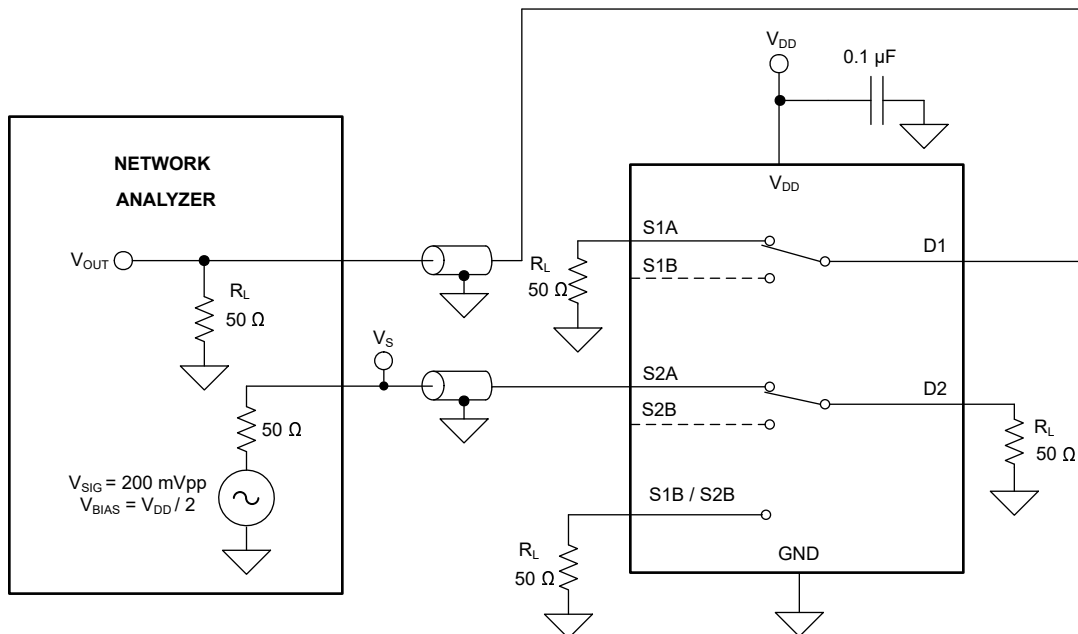

図 6-8. クロストーク測定時の設定
クロストークは、オンチャンネルのソース ピン (Sx) に信号が印加された場合に、他のチャンネルのドレイン ピン (D) に現れる信号の比率として定義されます。図 6-8 に、クロストークの測定を行う際の設定と、クロストークの計算に使用する式を示します。